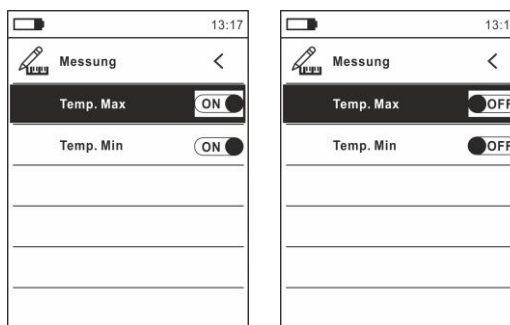

Fig. 13 Menü Messung
9. Wählen Sie den Eintrag "Messung" aus und drücken Sie die Taste  oder  zur Aktivierung/Deaktivierung der mit dem "heißesten" oder "kältesten" Punkt im Wärmebild assoziierten Cursor (siehe Fig.13)